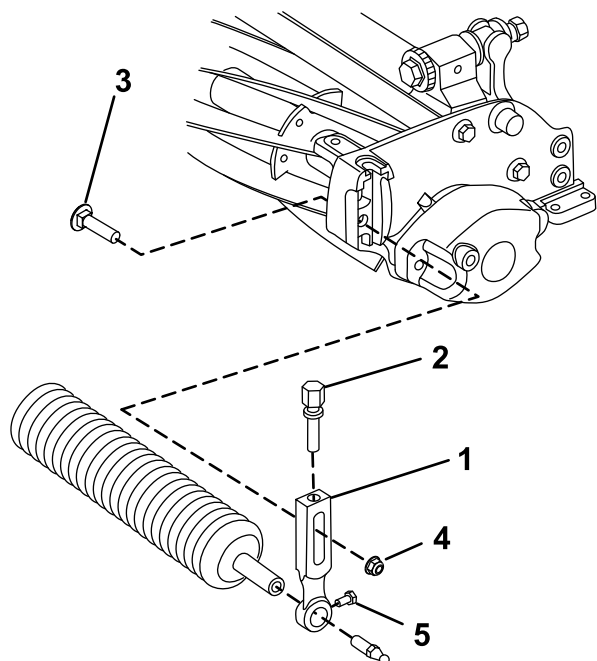

Figure 3
1. Retirez le boulon de charrue, la rondelle et le contre-écrou qui fixent un des bras de réglage de hauteur de coupe au panneau latéral de l'unité de coupe (Figure 3).